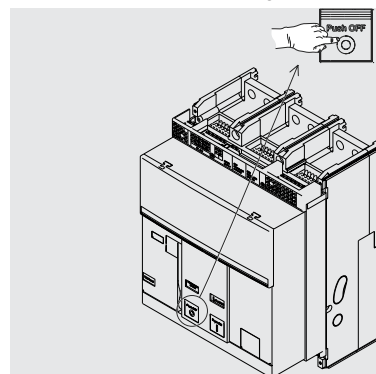

Abbildung 47
6. Ausschalten - Die Ausschalttaste "O - Push OFF" drücken wie in Abbildung 47.